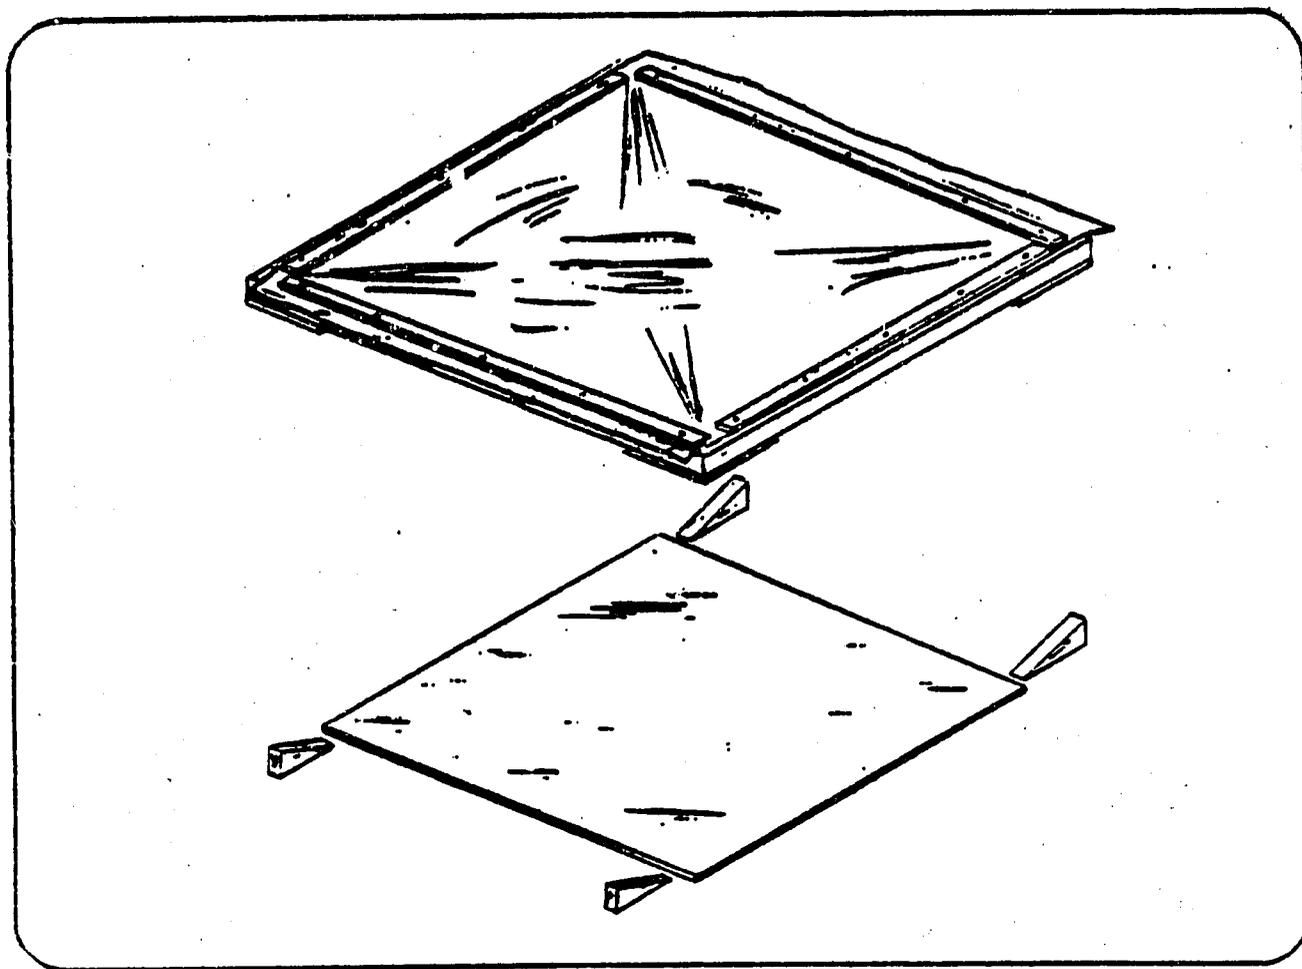

FIGURE 3
- d) Placez le cadre au-dessus de la surface collée au masonite sur les quatre morceaux avec le côté aluminisé vers le bas. Étirez les coins jusqu'à ce que le mylar pende de quelques centimètres au-dessus du centre du masonite couvert de colle. (voir fig. 3)